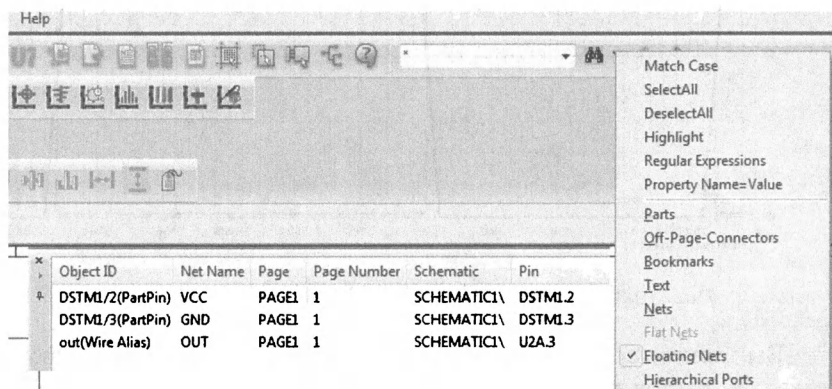

Рис. 19.7. Поиск «плавающих цепей»
2. В меню поиска выберите Floating Nets (плавающие цепи), как показано на рис. 19.7.